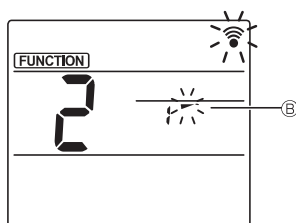

Fig. 3-3
- De waaierhoek instellen (Fig. 3-3) Druk op de toets [▲] om de waaierhoek ③ te selecteren. Richt de draadloze afstandsbediening op de ontvanger op de binnenunit en druk vervolgens op de toets [SET].